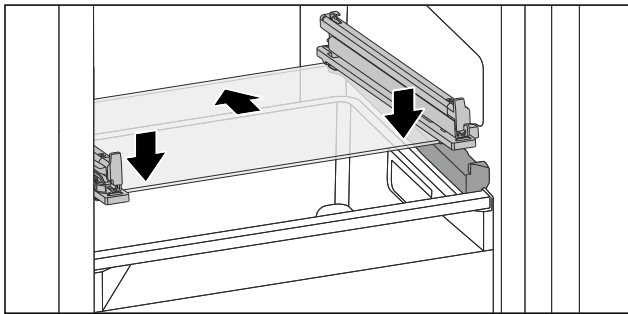

Fig. 140 Glasplatte des abklappbaren Schubfachs
- Glasplatte schräg hinter den Stoppern aufsetzen. (siehe Fig. 140)